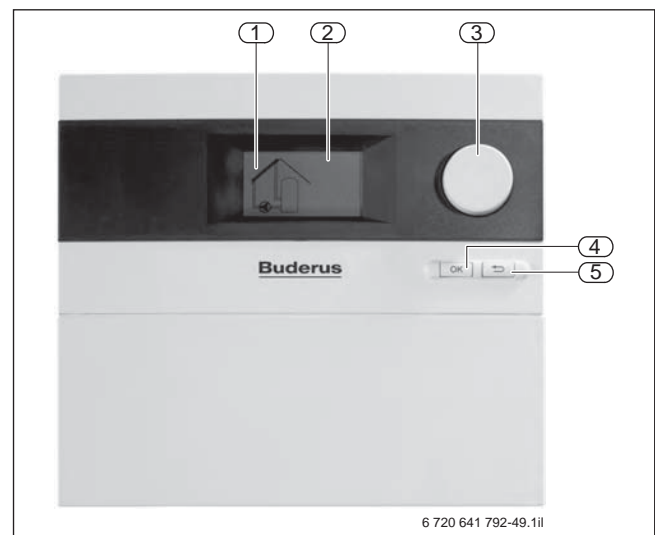

Bild 91 Logamatic SC20/2
- Beleuchtetes LCD-Segmentdisplay mit animiertem Anlagenpiktogramm. Mit dem Drehschalter (→ Bild 91, [3]) können im Automatikbetrieb verschiedene Solaranlagenwerte (Temperaturen, Betriebsstunden, Pumpenstatus) aufgerufen werden. Die Temperaturwerte werden dabei über Positionsnummern im Piktogramm zugeordnet.